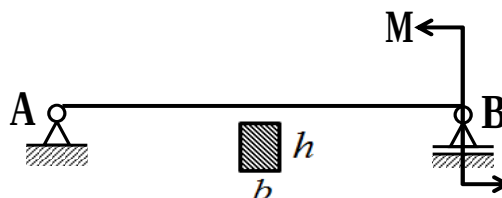

Рис. 3
3. Виконайте розрахунок на статичну міцність двоопорної балки прямокутного поперечного перерізу (рис. 3), якщо матеріал балки є легована сталь ASTM A36 (ASTM A36 Сталь); довжина балки $L = 0,4$ м; ширина $b = 0,020$ м і висота $h = 0,04$ м поперечного перерізу; згинальний момент $M = 30$ кН·м, прикладений на консолі балки. У ході виконання дослідження одержати епюри внутрішніх силових факторів, епюру поперечних перемещень перерізів балки та епюру запасу міцності. Визначити розташування небезпечного поперечного перерізу балки (40 балів).